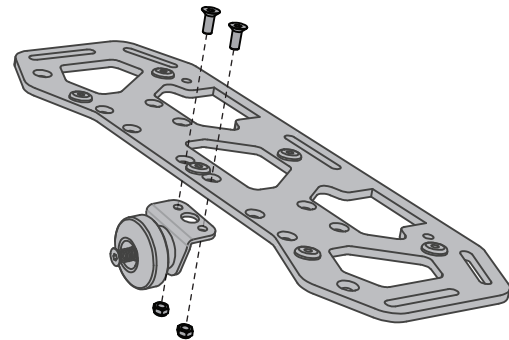

Abbildung 9. Montage des Schnellverriegelungsknopfs
3. Montieren Sie einen Schnellverriegelungsknopf mithilfe von zwei 16-mm-Befestigungen und zwei Sicherungsmuttern wie in **Abbildung 9** gezeigt an jedem Cargo-Träger. Ziehen Sie die Befestigungen mit einem Anzugsmoment von **6,0 Nm (4,4 ft-lbf)** fest.